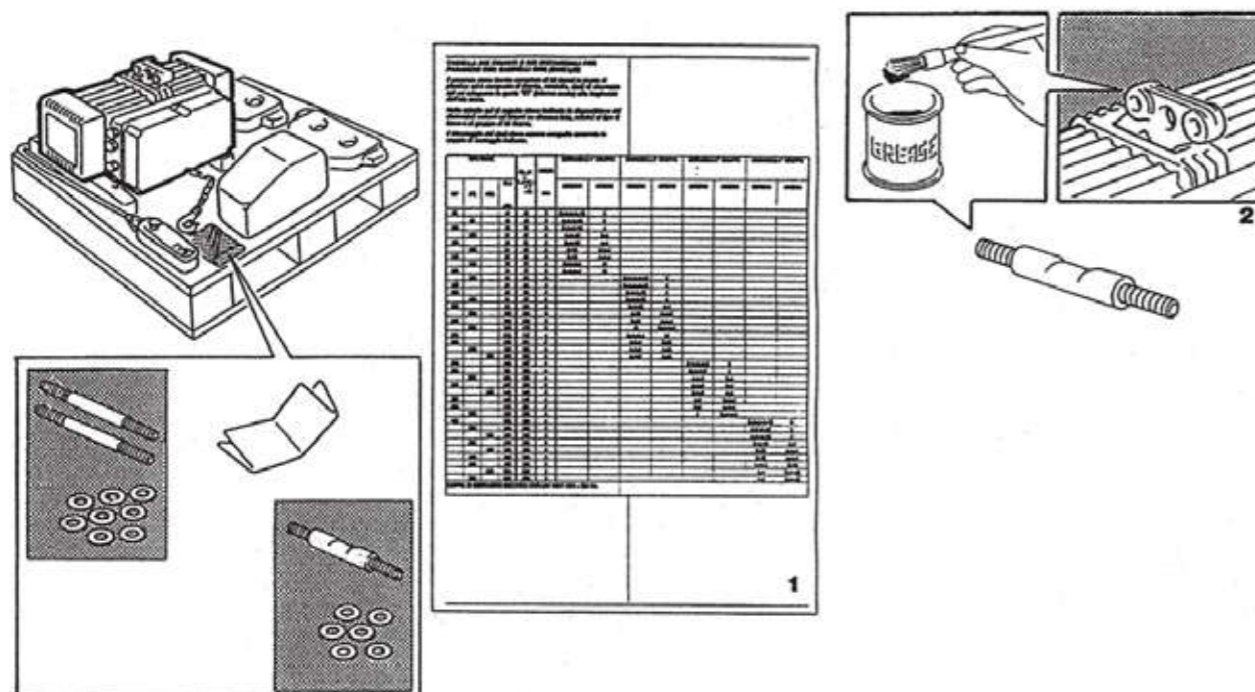

fig.20
1. In base all'ala della trave, scegliere la disposizione dei distanziali (vedi tabelle successive) per garantire il gioco necessario. (fig.20)
2. Ingrassare il foro centrale della staffa golfare ed il tirante in dotazione (solo per carrelli SM2). (fig.20)